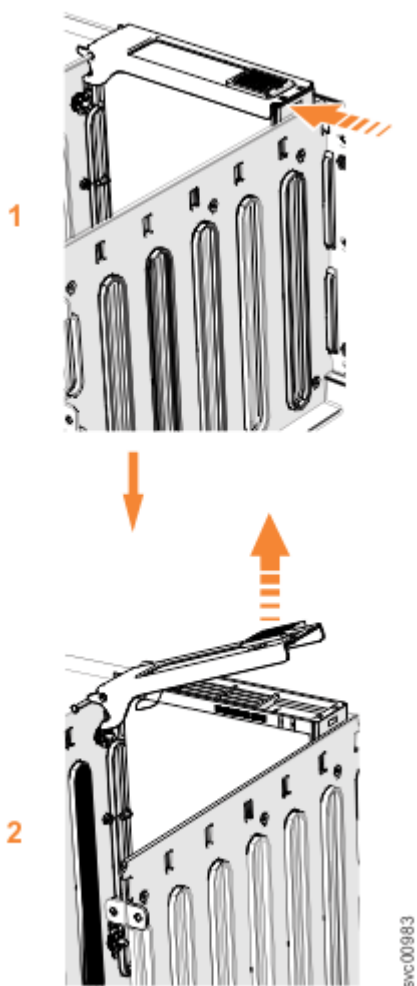

图 112. 卸下驱动器组合件
5. 向前滑动松开滑锁 (1)，如第 90 页的图 112 中所示。
6. 抬起手柄 (2)，以从隔板解锁驱动器支架，如第 90 页的图 112 中所示。确保滑锁底部的引脚完全脱离。